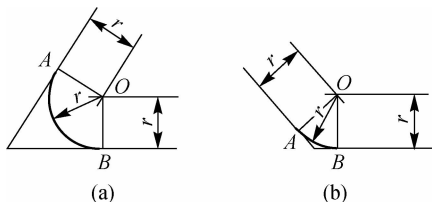

图 1-19 圆弧与两相交直线相切划法
(1) 圆弧与两相交直线相切划法。如图 1-19 所示,先划出两已知相交直线,再以相切圆半径 r 为距离作两条平行于已知相交直线的线条,其交点 O 就是相切圆弧的圆心, O 点与已知相交直线的垂足 A 、 B 即为连接切点。